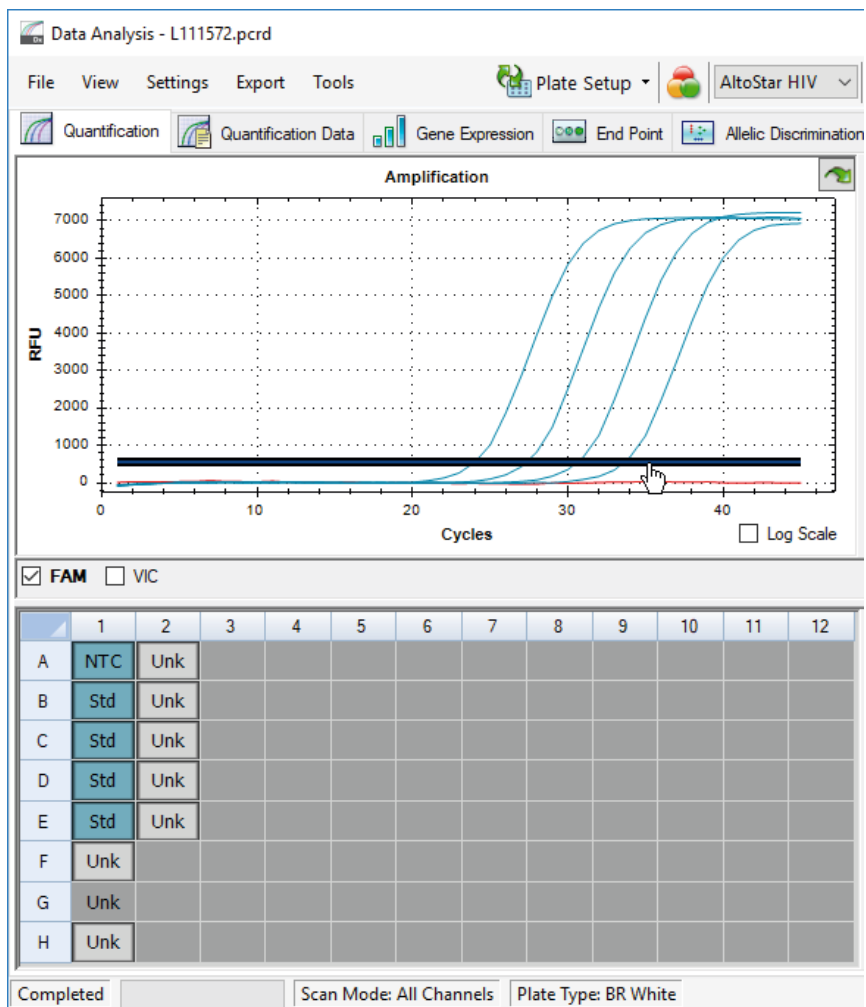

Figura 10: Ventana Data Analysis (análisis de datos): configuración del umbral FAM™
5. En la parte izquierda de la ventana Data Analysis (análisis de datos) quite la marca de la casilla de verificación **VIC** y marque únicamente la casilla **FAM** para el canal de detección de HIV objetivo (consulte la figura 10).
6. Seleccione únicamente los pocillos que contienen el NTC y el QS en la vista de placa de la ventana Data Analysis (análisis de datos) (consulte la figura 10).
7. Arrastre el pocillo de umbral por encima de la señal del NTC hacia el área exponencial de las señales de QS (consulte la figura 10).